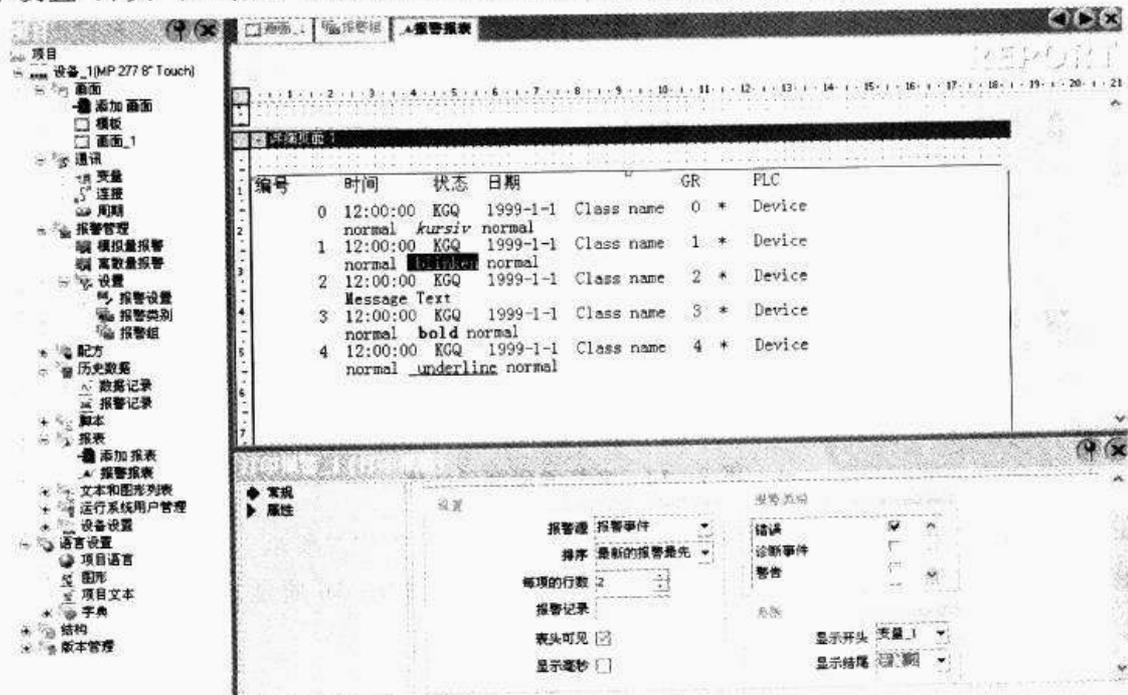

图 9-11 组态报警报表
① 新建一个报表,在项目视图中单击其名称,或在属性视图的“属性”组中选择“其他”,更改该报表的名称为“报警报表”。
② 组态报表的封面、封底,以及页面、页脚。
③ 在“详细页面”中添加“报表对象”中的“打印报警”控件。
④ 单击页面中的“打印报警”对象,将在工作区域下方出现如图 9-11 所示的属性视图。与组态配方报表的方法类似,可以组态报警报表的常规属性,以及外观、布局和其他属性。报警报表创建完毕后,“打印报警”对象也如图 9-11 所示。需要注意的是,此处可以通过在“范围”中设置“开头”和“结尾”日期指定打印时间标记在该范围内的报警。